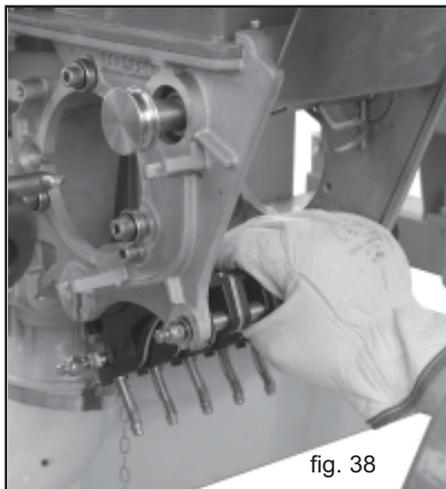

fig. 38
- 2) Das die innenliegenden Scheiben aus ihrem Sitz nach aussen gedruickt werden koennen (Abb. 38) und die Achsen freigeben.
- 3) Abastereinheit aus dem hinteren Teil (Abb. 38) ausziehen und danach vorderen Teil ausziehen (Abb. 39).